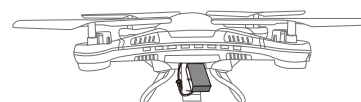

Abbildung 4
2. Entnehmen Sie den Akku vorsichtig, um Beschädigungen des Kabels und des Quadrocopters zu vermeiden. (Abbildung4)